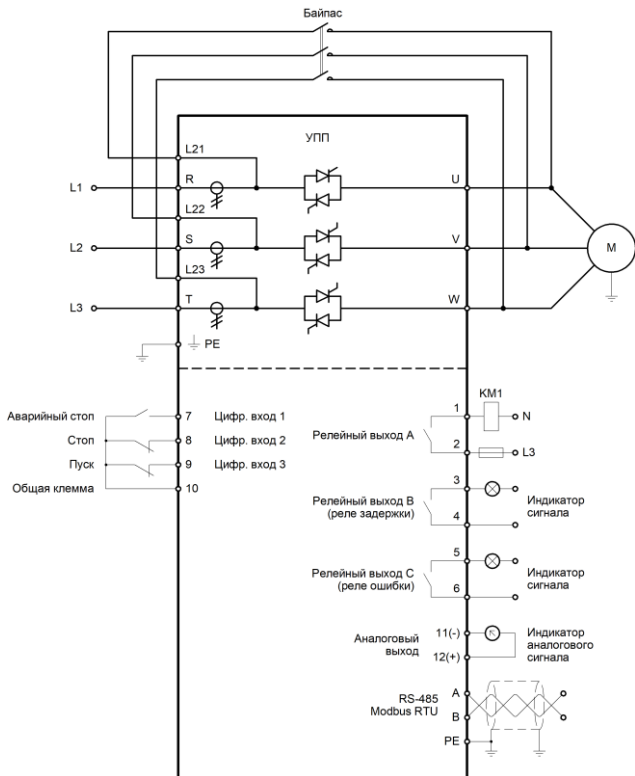

Рисунок 3 – Схема подключения клемм устройства плавного пуска серии SSI
2. Подключите клеммы согласно схеме (см. рис. 3, 4 или главу 3 Руководства по эксплуатации). Обратите внимание, что в серии SSI установка внешнего обводного контактора обязательна.